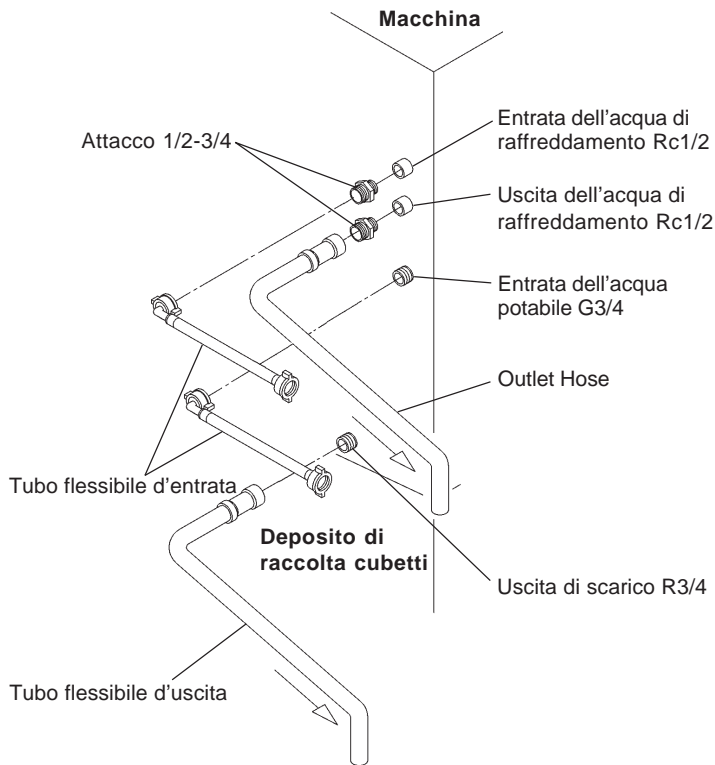

Fig. 11
**[b] Collegamenti conformi a norme diverse da quelle WRC mediante tubi ausiliari (Fig. 11)**
2) Per i collegamenti del condensatore, utilizzare i tubi ausiliari appartenenti alla dotazione e realizzare gli stessi collegamenti come da 1) a 3) della sezione [a] con le parti disponibili degli attacchi 1/2-3/4, come da Fig. 11.